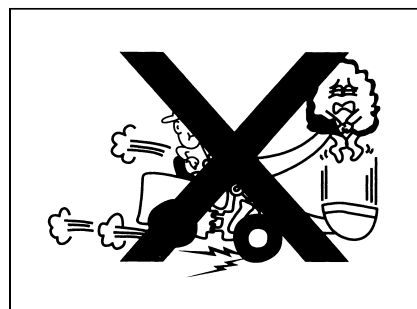

Рис. 1-51
- Резкий останов и резкий опускание рабочих устройств очень опасны. В таком случае погруженное вещество, возможно, выбрасывается, или возникает опрокидывание погрузчика, следует избавиться от данной опасности(рис. 1-51)..